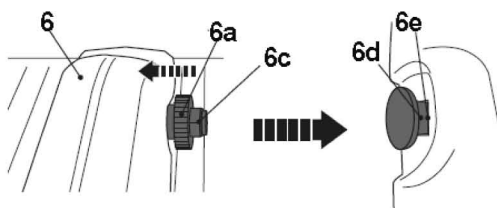

Fig.15
- > Presione la tuerca con la perilla de bloqueo hacia la izquierda hasta que el cuello cuadrado (6d) se desacople del orificio cuadrado de bloqueo (6e) en la protección de la hoja de la sierra (6) (Fig. 15).